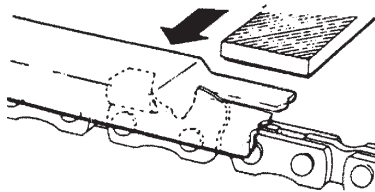

Fig. 43
- 3) Placez la jauge de contrôle sur le maillon-gouge. Si le limiteur de profondeur dépasse de la jauge, mettez-le à niveau par rapport à la partie supérieure de la jauge de contrôle. Limitez toujours de l'intérieur de la chaîne vers un maillon-gouge extérieur. (Fig. 43)